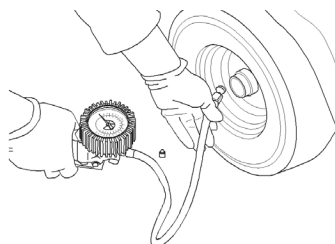

Рис. 14
- Произведите накачку шин, установите давление на передних колесах 1 бар, на задних колесах 1,2 бар. Соответствующее давление в шинах позволяет трактору бережно перемещаться по газону сохраняя равномерное расположение деки (Рис. 14).